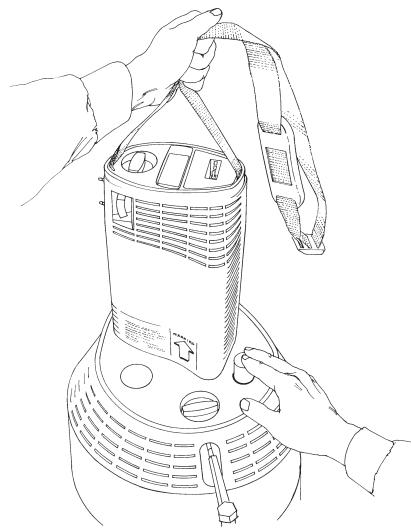

Figura 12
8. Desenganche la unidad Companion portátil de la unidad estacionaria sujetando la correa transportadora por encima de la unidad y pulsando el botón de desenganche (Figura 12). Siempre que desenganche la unidad Companion portátil, sujetela con una mano. Si no se desengancha fácilmente, es probable que se haya congelado.